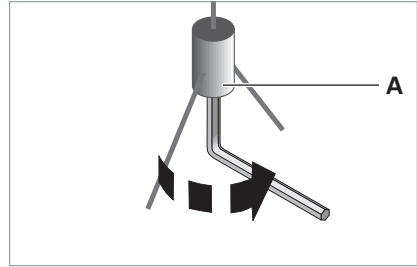

Fig. 9: Aligner le luminaire.
- ▶ Pour aligner le luminaire, dévissez la vis **A**, voir Fig. 9.